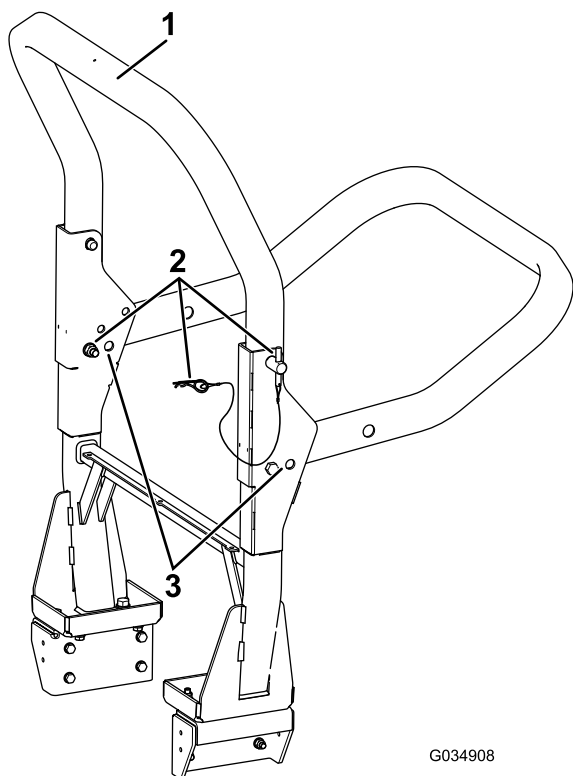

Figura 34
2. Sostenete il peso del telaio superiore mentre rimuovete i fermagli a R e i perni dalle staffe di orientamento (Figura 34).